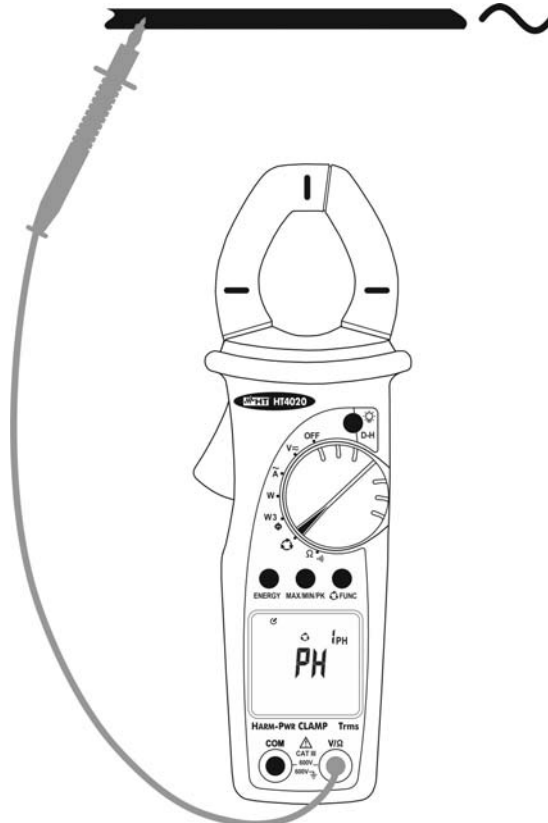

Abb. 15: Spannungsprüfung
- Verbinden Sie die rote Prüfspitze mit der Phase L1. (s. Abb. 15). Falls nötig, kann die rote Prüfspitze an der Gummischutzhülle befestigt werden